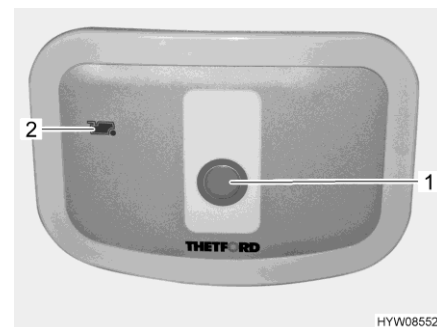

Fig. 211 Pulsante dello sciacquone/spia di controllo (toilette Thetford)
- Per sciacquare premere il pulsante blu (Fig. 211,1).
La spia di controllo (Fig. 211,2) si accende quando il serbatoio fecale deve essere svuotato.